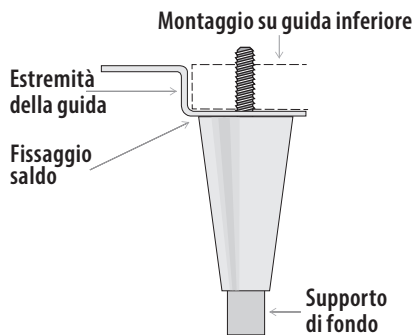

Fig. 4. Schema piedino di livellamento.
3. Infilare i piedini di livellamento nella guida del telaio o sul fondo dell'apparecchio. Vedere fig. 4 e 5.
5. Se l'unità non è a livello, sollevare delicatamente e sostenere l'estremità inferiore dell'apparecchio. Dopodiché, con una chiave regolabile, avvitare i supporti di fondo del piedino di livellamento verso l'interno o l'esterno per livellare e supportare il refrigeratore. Vedere fig. 4 e 6.